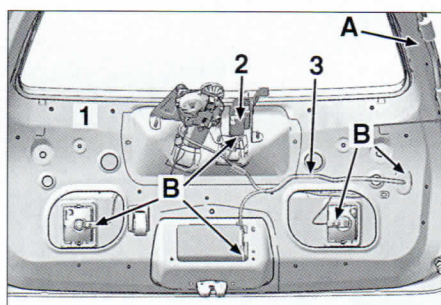

FIG. 40
Desmontar (en la trampilla (1) (fig. 40):
- la cerradura de luna (2) (para desengrapar el